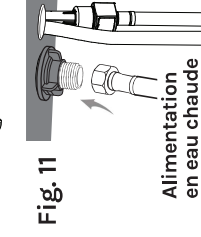

Fig. 11
- Installez de nouvelles conduites d'alimentation en eau en vissant les tuyaux sur les tiges du robinet, puis serrez tous les raccords (voir Fig. 11).